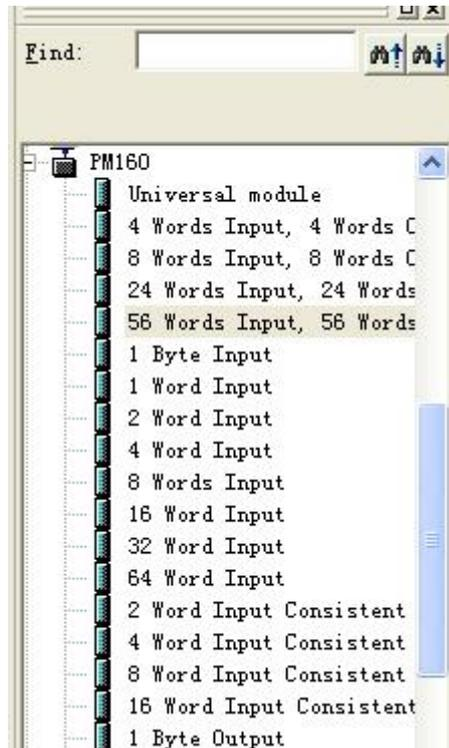

图 6
6. 您可以在这里找到您注册的设备，右侧窗口/PROFIBUS DP/Additional Field Devices/Converter/PM-160/，如图 6 所示